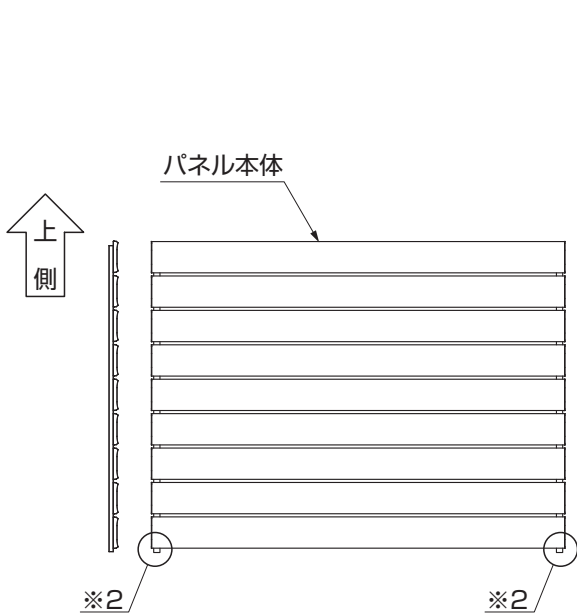

図2-3 パネル1枚使いの場合
①パネル本体の上下方向を確認してください。(図2-3、図2-4参照)